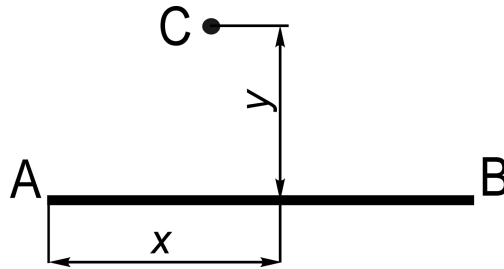

Рис. 7.
5. В воздухе находится прямолинейный вихрь АВ интенсивностью  $9000 \text{ м}^2/\text{с}$ . Определить вихревое влияние в точке С, расположенной как показано на рис. 7.